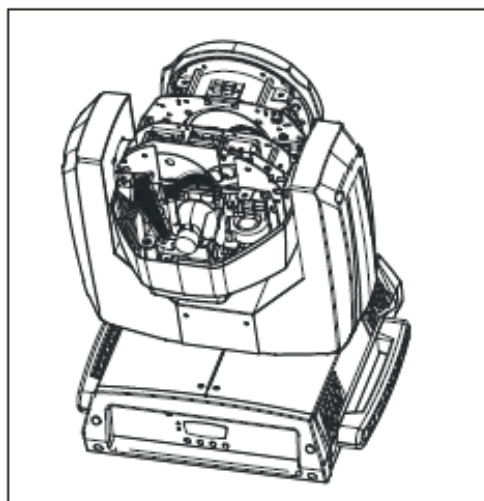

Figura 3
3. Saque la lámpara de su hueco como en la figura 3.